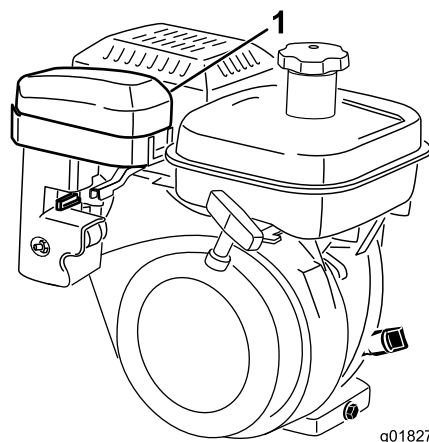
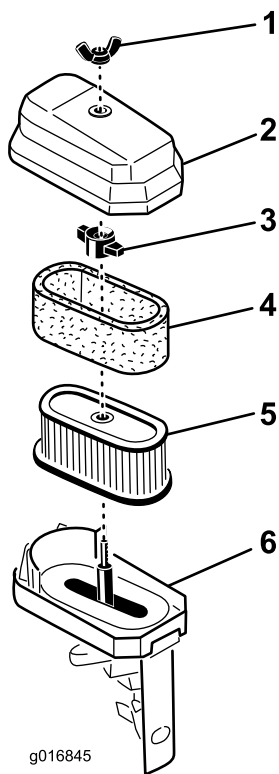

Рисунок 36
Рисунок 37
2. Отверните барашковую гайку крепления крышки воздухоочистителя и снимите крышку. Тщательно очистите крышку (Рисунок 36 и Рисунок 37).
3. Если элемент из пеноматериала загрязнен, извлеките его из бумажного элемента (Рисунок 37). Тщательно очистите его.